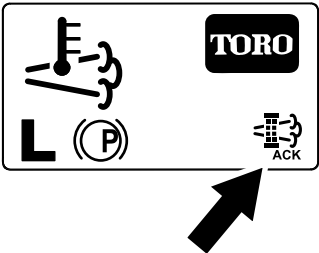

Figura 84
- El InfoCenter muestra la pantalla de inicio y aparece el icono de Regeneración aceptada (Figura 84) en la esquina inferior derecha de la pantalla mientras se realiza la regeneración.